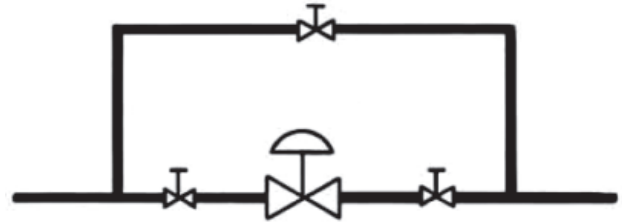

Abbildung 2
3.2 Um Inline-Inspektion, -Wartung oder Ausbau des Ventils ohne Betriebsunterbrechung zu ermöglichen, mit einem manuell betriebenen, in der Bypass-Leitung montierten Drosselventil auf beiden Seiten des Ventils der Serie 10000 ein manuell betätigtes Absperrventil anbringen (siehe Abb. 2).